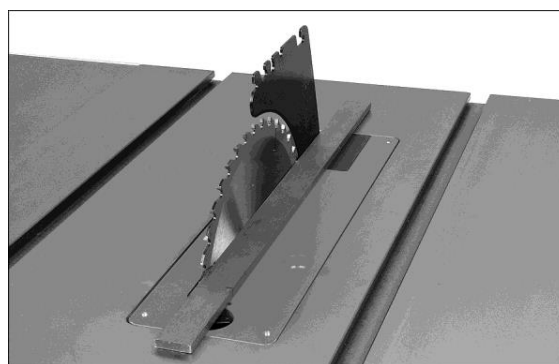

Рис. 7-6
3. Положите на стол поверочную линейку так, чтобы она прилегала к пильному диску и расклинивавшему ножу. См. Рис. 7-6. Проверните диск, чтобы кончик его зуба касался поверочной линейки.